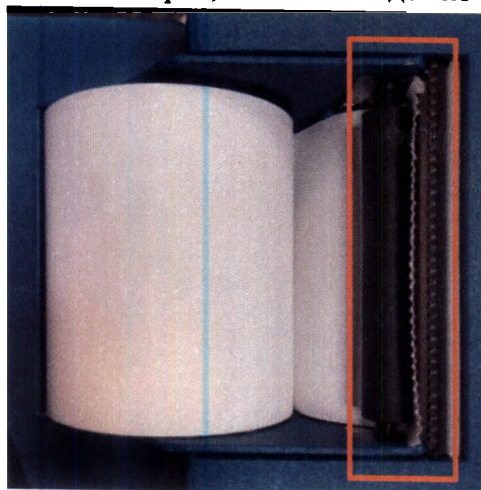

Рисунок 45. Принтер
4. Поднимите печатающую головку (Рисунок 45). Вставьте конец термобумаги в направляющую, точно выровняв его и соблюдая направление вращения рулона.